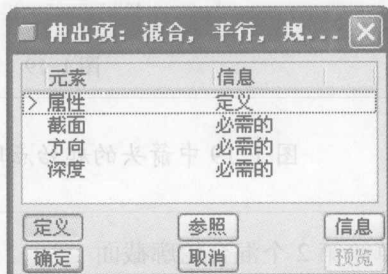
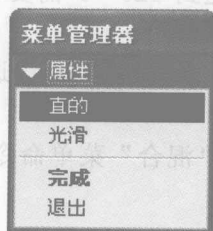
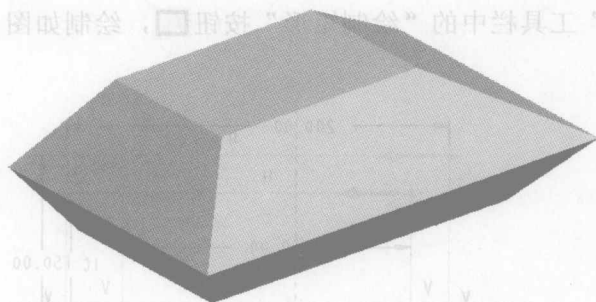

图 1-14 “伸出项”对话框
图 1-15 “属性”菜单管理器
图 1-22 混合特征
2) 弹出如图 1-14 所示的“伸出项”对话框和如图 1-15 所示的“属性”菜单管理器，在“属性”菜单管理器中选择“直的”选项，然后单击“完成”选项。
4) 单击“伸出项”对话框(如图 1-14)中的“确定”按钮, 完成混合特征的创建, 如图 1-22 所示。